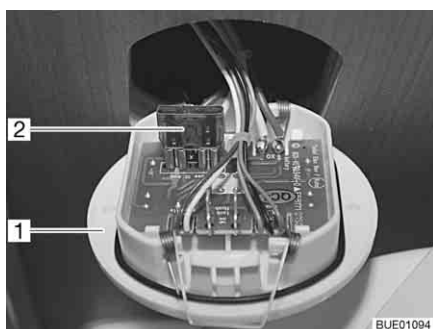

Bild 185 Toalettens säkring
- Lyft upp kontrollenheten för toaletten (Bild 185,1) med ett lämpligt verktyg och dra ut den från väggen.
- Byt säkring (Bild 185,2).